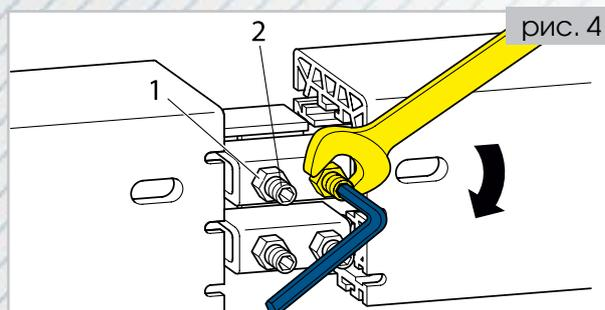

рис. 4
- Далее для жесткой фиксации соединения надо ослабить контргайки и с помощью шестигранного ключа (3мм.) подтянуть установочный винт. В конце заблокировать гайки. После соединения троллей требуется проверить не выступают ли ребра шинпровода, чтобы не допустить повреждения скользящего контакта. **(рис.4)**